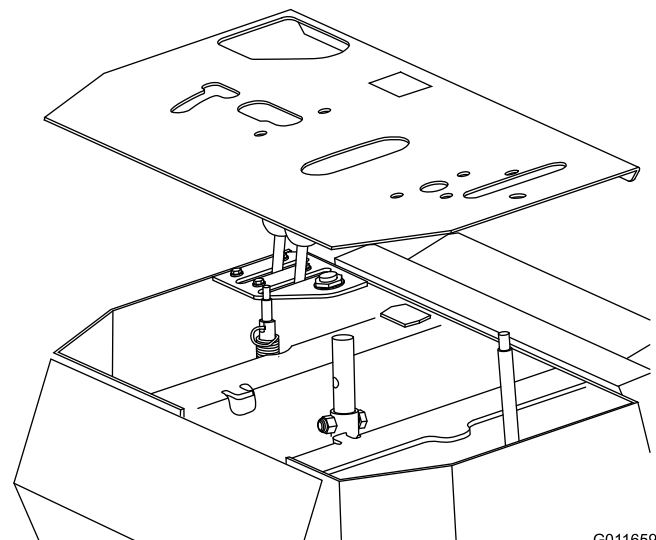

Figura 7
7. Retire el panel de control según se muestra en Figura 7.